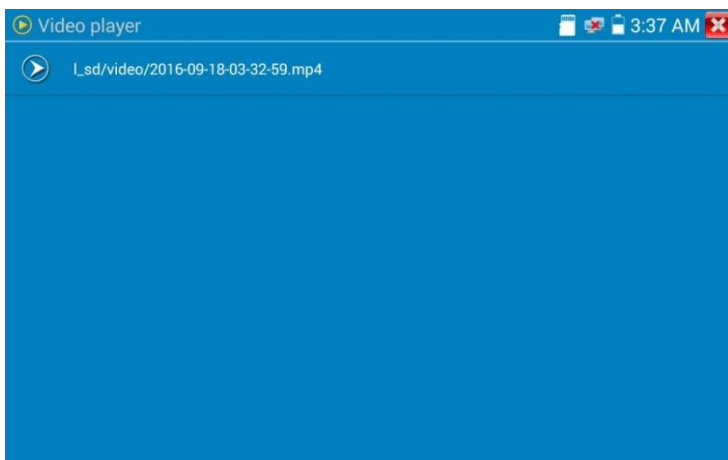

Рис. 68 Выбор файла с видеозаписью
- Нажмите иконку Воспроизведение (Playback), чтобы увидеть файлы с записанным ранее видео. Выберите и нажмите на том файле, который хотите просмотреть (рис. 68).